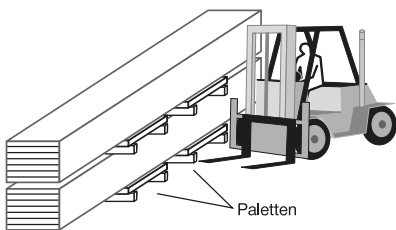

Abb. 1
1. **Maximal zwei** Pakete heben oder transportieren (Abb. 1) und auf ebener Fläche lagern